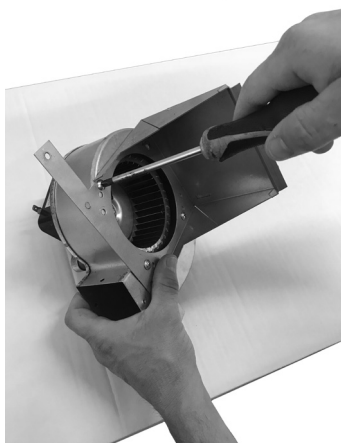
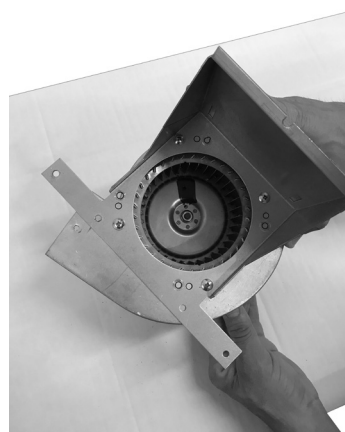

Fig. 41 - Rimuovere viti
Fig. 42 - Ruotare ventilatore
- Svitare le 4 viti (vedi **Fig. 41**) e ruotare il carter e riavvitare le viti nella nuova posizione. Attenzioni alla posizione dei fori (vedi **Fig. 42**).